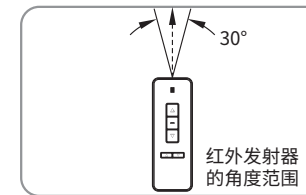

图11
- 2.发射器有效角度:以发射管轴心方向30°内,如图11;